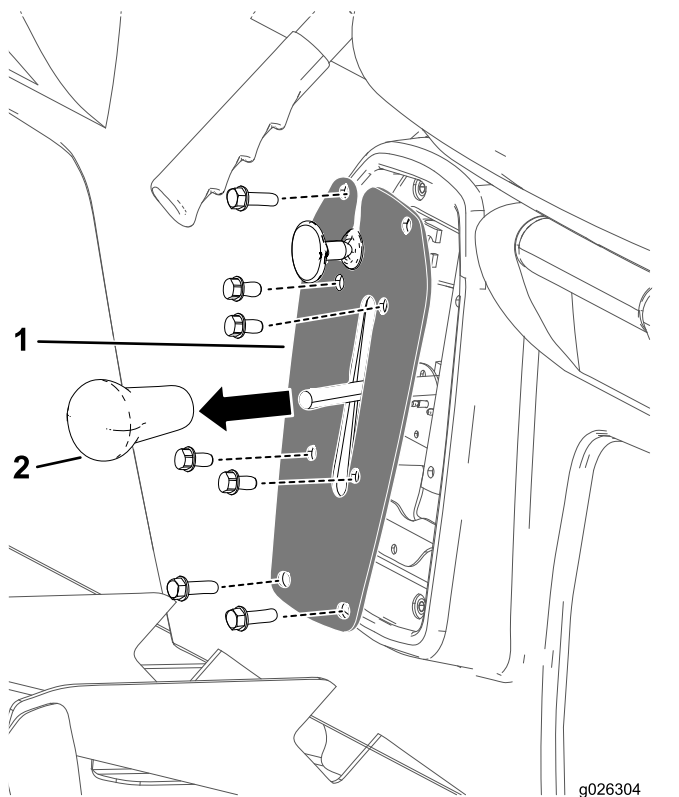

Bild 43
1. Nehmen Sie das Handrad vom Ganghebel ab (Bild 43).
2. Entfernen Sie die vier Schrauben, mit denen die Gangschaltungsplatte an der Gangschaltungshalterung befestigt ist (Bild 43).
3. Entfernen Sie die vier Schrauben, mit denen die Gangschaltungsplatte am Sitzunterteil befestigt ist, und nehmen Sie die Gangschaltungsplatte ab (Bild 43).
4. Schrauben Sie das Handrad auf den Ganghebel und ziehen es mit der Hand an (Bild 43).